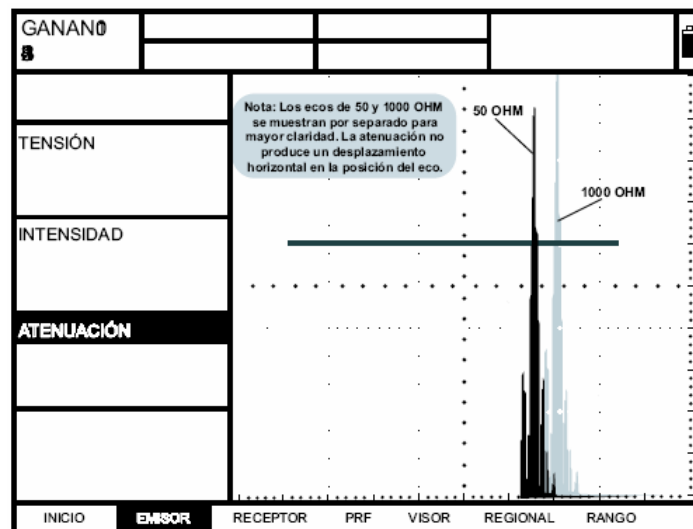

Figura 4-8: Efectos de cambios en la atenuación.
- 50 ó 100 Ω (ver la Figura 4-8)